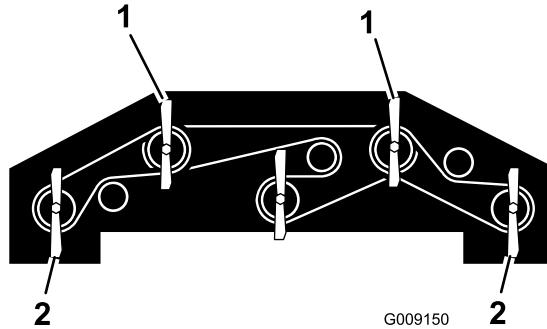

Figura 94
1. Gire las 2 cuchillas delanteras exteriores y las cuchillas de las alas hasta que estén orientadas hacia adelante/atrás (Figura 94).